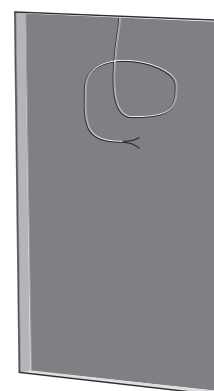

Fig. 3. Drywall Cutout with Speaker Cable
3. Portare il cavo dell'altoparlante in questa posizione (Fig. 3). Lascia abbastanza spazio per fare i collegamenti quando arriverà il momento. Fissare il cavo dell'altoparlante per evitare che si muova e sbatta durante il funzionamento. Assicurarsi che il cavo dell'altoparlante non venga a contatto con chiodi o viti che potrebbero danneggiare l'isolamento elettrico.